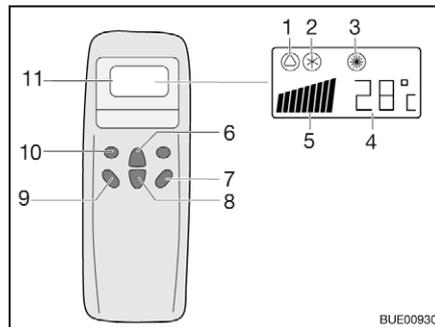
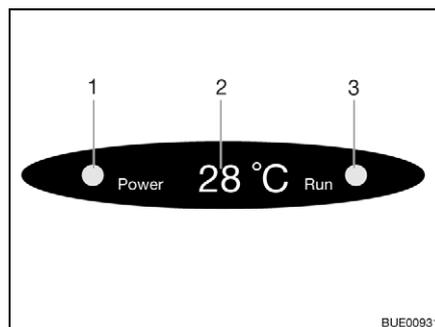

Fig. 161 Telecomando
Fig. 162 Display su diffusore
- Premere il tasto "ON/OFF" (Fig. 161,7).
- Premere il tasto "Mode" (Fig. 161,10) spesso, finché la modalità desiderata (Fig. 161,1, 2 o 3) viene visualizzata sul display. La spia di controllo relativa sul display sul diffusore (Fig. 162,3) si accende.
- Con i tasti di aumento della temperatura (Fig. 161,6) o di riduzione della temperatura (Fig. 161,8) regolare la temperatura desiderata.
- Con il tasto numero di giri ventola (Fig. 161,9) selezionare il livello desiderato per la ventola.